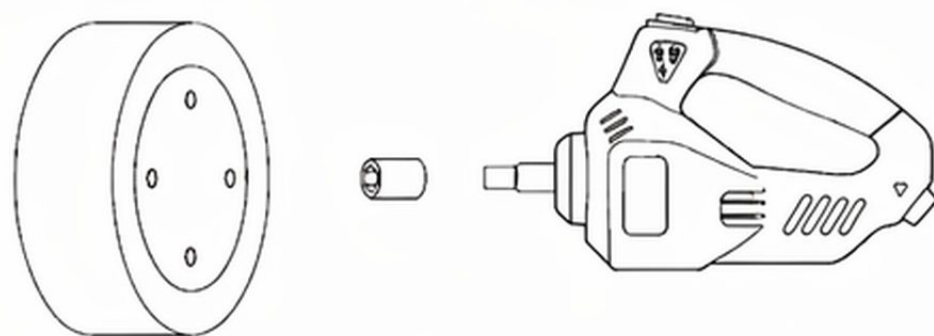

Figura 1
3. Elija el vaso adecuado para fijarlo al eje de la llave (consulte la Figura 1).